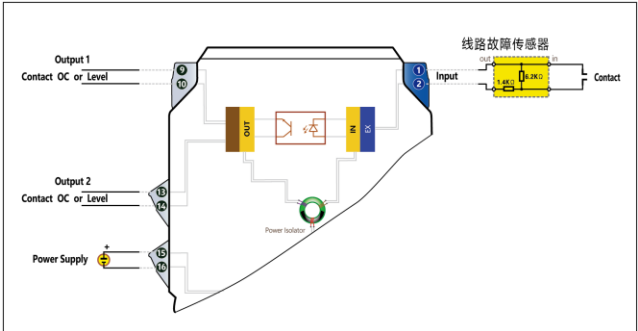

图 1 配用故障信号传感器，并且将其安装到远程线路的前端示意图
- 需要线路故障报警时，开关触点信号与 TCA-DI 输入端之间必须配用故障信号传感器，并且将其安装到远程线路的前端，才能有效检测出该段连接线路是否出现故障（见图 1）。